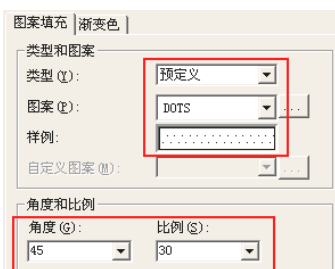
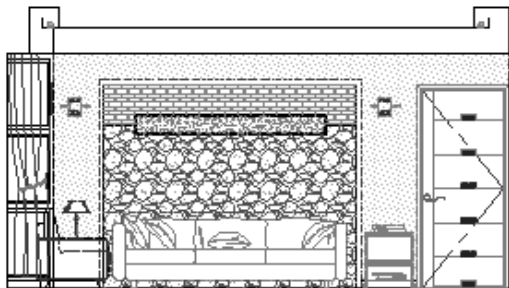

图 17.71 设置填充参数
图 17.72 填充结果
(20) 重复【图案填充】命令，设置填充图案类型以及填充比例如图 17.71 所示，为立面图填充如图 17.72 所示的图案。